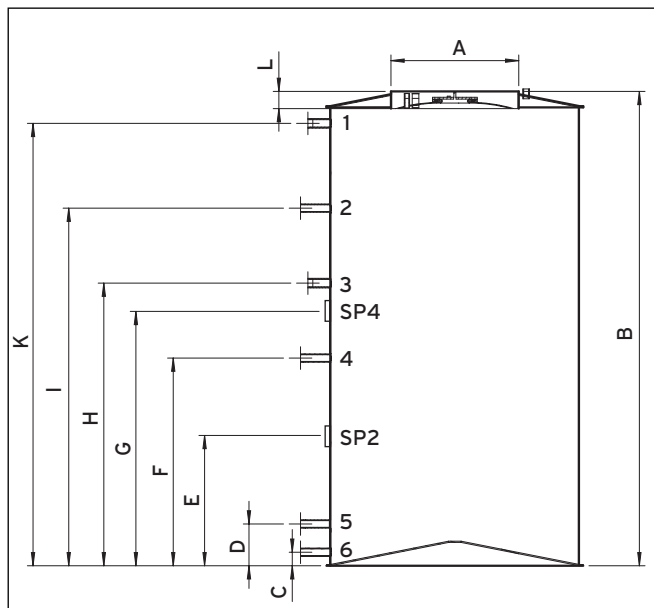

Fig. 4.6 Tilslutningsmål for kombibeholder auroSTOR VPS SC 1000
- Monter et T-stykke med kuglehane på tilslutningen indgang temperaturforøgelse (**6**, Fig. 4.6) for at kunne påfylde eller tømme beholderen.
- Monter ledningerne til indgangen temperaturforøgelse (**6**, Fig. 4.6) på kombibeholderen.
- Monter ledningerne til udgangen temperaturforøgelse (**3**, Fig. 4.6) på kombibeholderen.
- Monter ledningerne til solvarmefremløbet (**4**, Fig. 4.6) på kombibeholderen.
- Monter ledningerne til solvarmetilbageløbet (**5**, Fig. 4.6) på kombibeholderen.